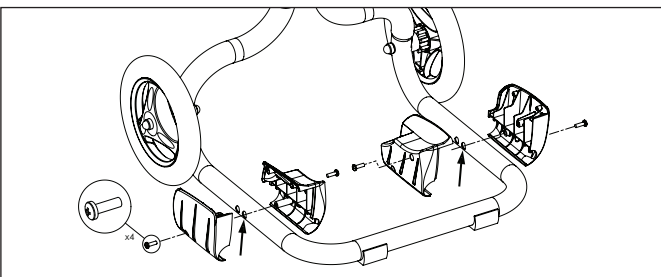

**Figure 9. Fixation des chapeaux de roue**
7. Placer deux (2) chapeaux sur les roues, comme le montre la figure 9.